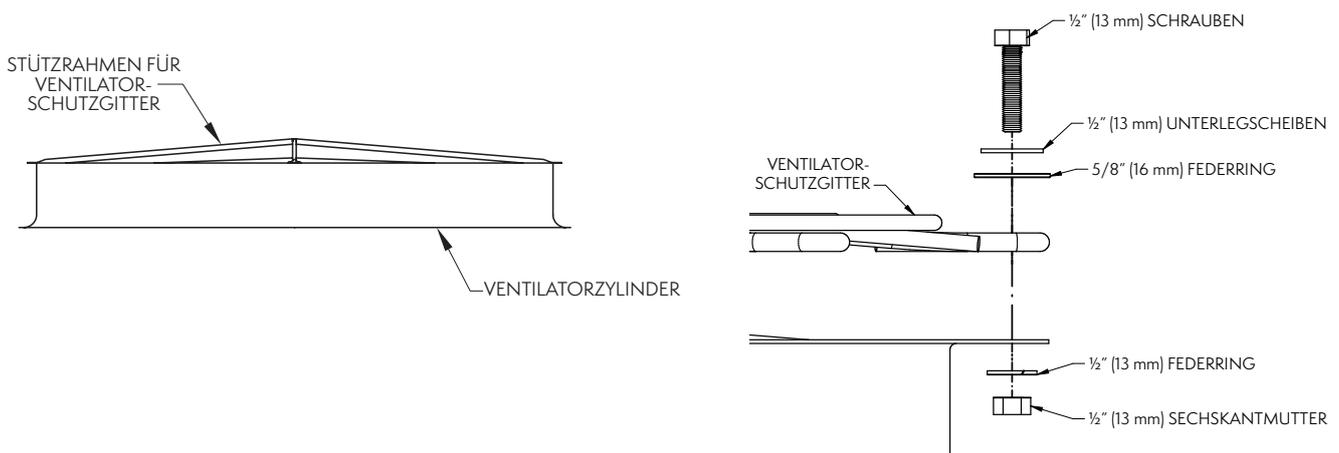

Abb. 22 – Zusammenbau von Stützrahmen und Ventilator Schutzgitter
1. Platzieren Sie den Stützrahmen für das Ventilatorschutzgitter oben auf dem Ausblaszylinder (wie in Abb. 22 dargestellt).
4. Nutzen Sie jede Bohrung für die Befestigung des Schutzgitters am Ausblaszylinder (wie in Abb. 22 dargestellt). Verschrauben Sie die Gitter und den Stützrahmen an den vier Auflagepunkten auf dem Ausblaszylinder.